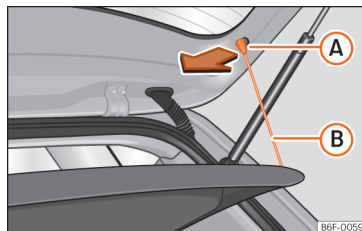

Fig. 177 En el maletero: desmontar y montar la bandeja.
- Desenganche los tirantes de sujeción >>> **fig. 177** **B** de los alojamientos **A**.
- Enganche los tirantes de sujeción >>> **fig. 177** **B** en el portón trasero.